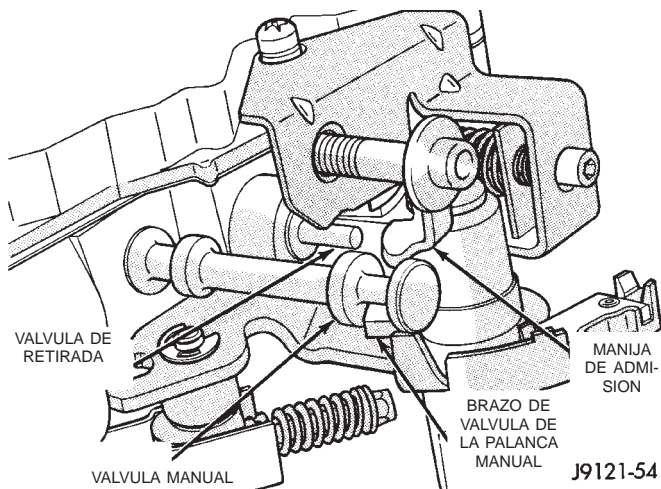

Fig. 67 Alineación de la válvula manual y la manija de admisión
(43) Inserte la manija de admisión en la acanaladura de la válvula manual (Fig. 67).